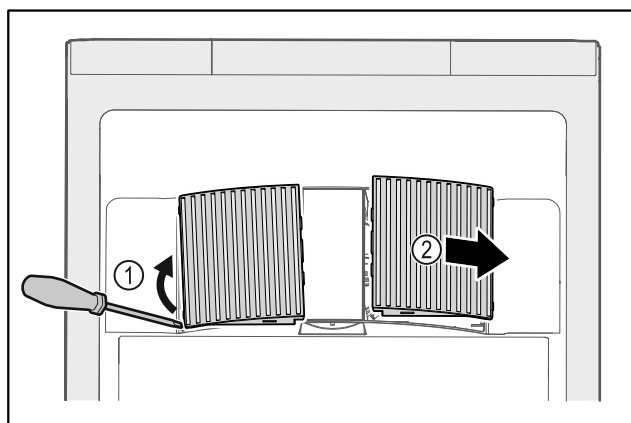

Fig. 228
- ▶ Scoateți cu grijă capacele ventilatoarelor de pe partea laterală Fig. 228 (1) și scoateți-le spre partea din față Fig. 228 (2).